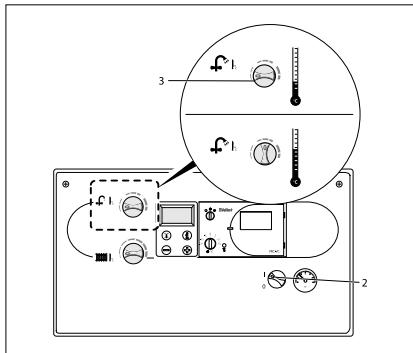

图 4.6 设置生活热水温度
#### 4.4.1 设置生活热水出水温度（参见图 4.6）
- 将电源开关(2)旋至“I”位置（如图 4.6 所示）。
如果您居住的地区水质较硬，请不要将生活热水温度控制钮旋转到超过中间（相当于时钟上 12:00）的位置，以防止在生活热水加热器处形成过多水垢，导致热水供应减少。（参考图 4.6）